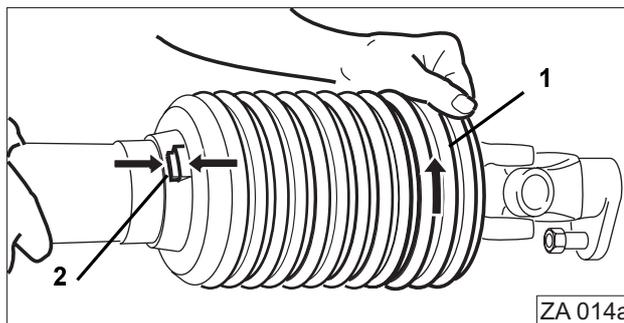

Fig. 12
- Girar la tolva (Fig. 12/1) a la posición de montaje (Fig. 12/2).